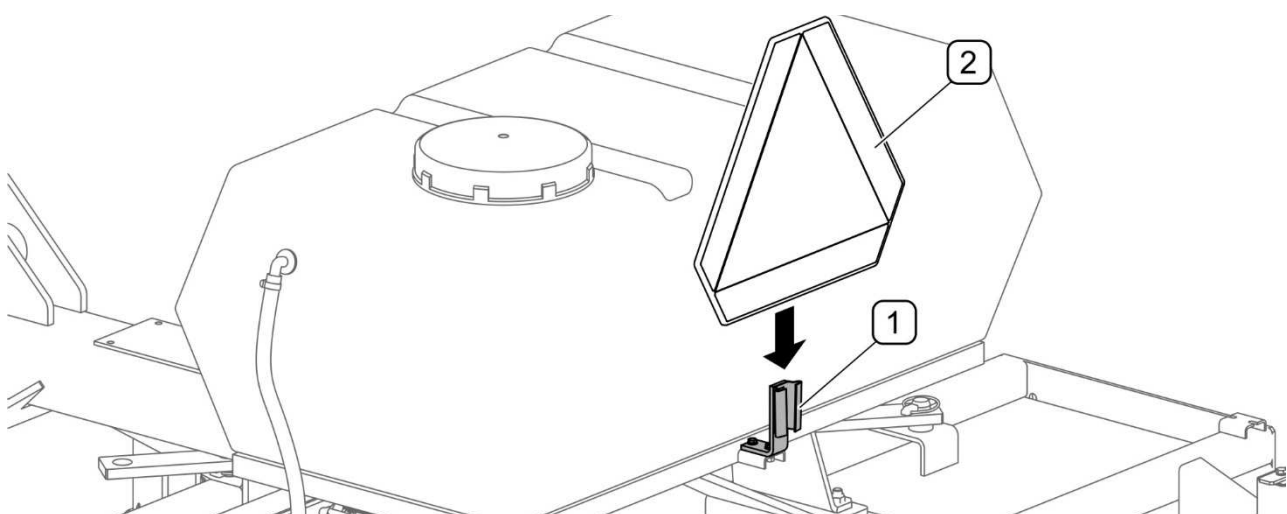

ABB. 4.11 Zusätzliche Halterung für die Kennzeichnungstafel (Option)
- Wenn die Kehrmaschine die Kennzeichnungstafel für bauartbedingt langsam fahrende Fahrzeuge am Heck des Schleppers verdeckt, muss die Kennzeichnungstafel (Zusatzausstattung) an der Halterung (ABB. 4.11) am Rahmen der Kehrmaschine befestigt werden.